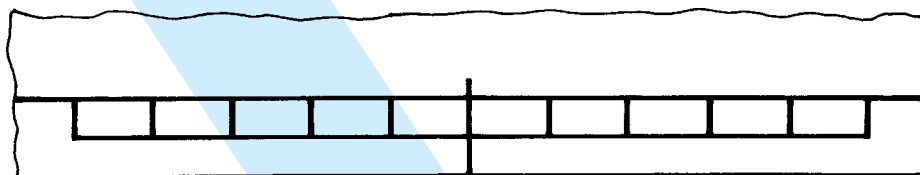

Figura 8 - Escala métrica de referência
3.5.1 As folhas de desenho podem ter impressa uma escala métrica de referência sem os números, com comprimento de 100 mm no mínimo e em intervalos de 10 mm (ver Figura 8).